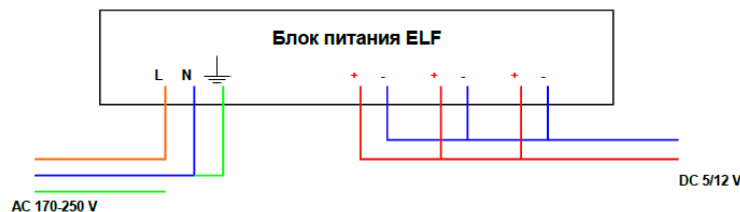

Рисунок 2.
- Для объектов (электроустановок), в которых применён принцип глухозаземлённой нейтрали (Рисунок 2)*: